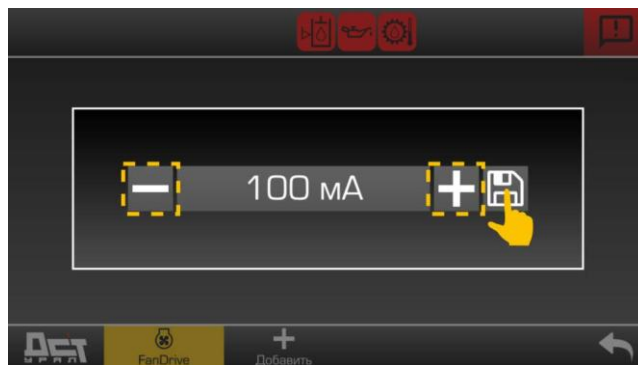

Рисунок 3.27. Ручная настройка токов
- ▷ Появится диалоговое окно для установки значений тока, см. рис. 3.27.